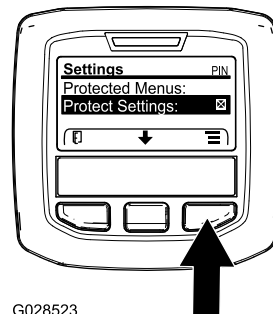

Рисунок 47
1. Перейдите в защищенное меню и разблокируйте подменю защищенных настроек (Рисунок 47); см. раздел Доступ к защищенным меню \(страница 23\).